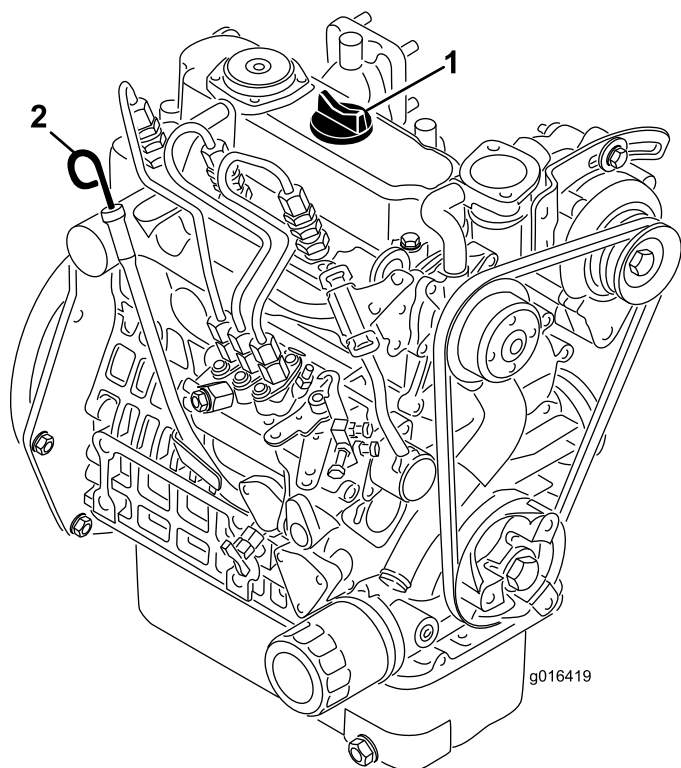

図 22
2. ディップスティックを抜き、ウェスで一度きれいに拭く(図 22)。ディップスティックを、首の根元までもう一度しっかりと差し込む。首から引き抜いて油量を点検する。油量が足りなければ、バルブカバーについている補給口のキャップを取り、ディップスティックのFULLマークまで **ゆっくりと** 補給する。補給するときは、ディップスティックで確認しながら少量ずつ入れてください。**入れすぎないこと。**